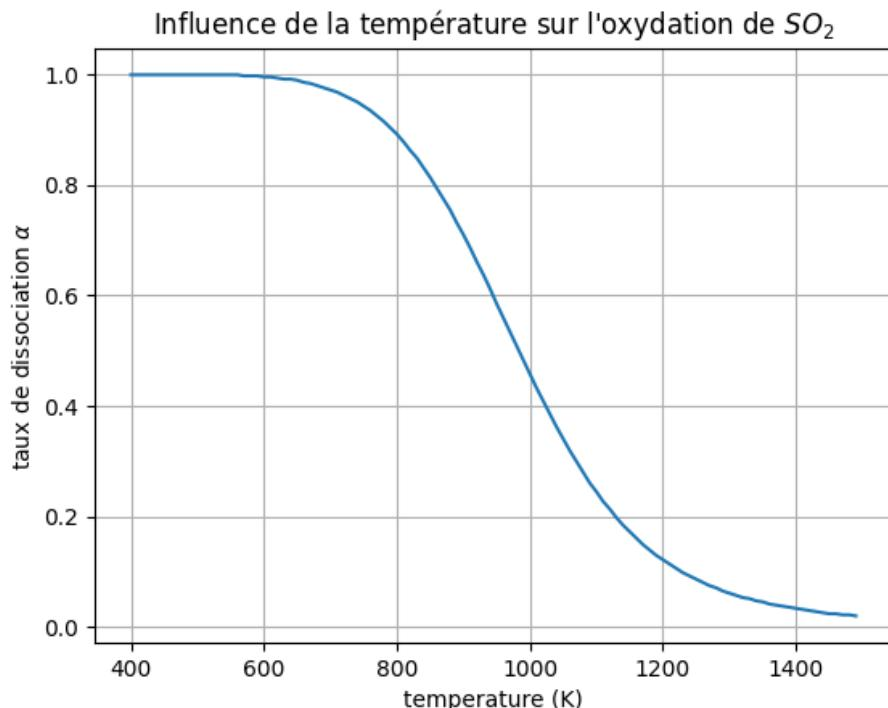

FIGURE 1.1 – Oxydation de SO_2 : Influence de la température sur le taux de dissociation
10. **Python.** Tracer la courbe $\alpha = f(T)$ en indiquant clairement le titre du graphique, le nom et l'échelle des axes. Les fonctions graphiques à utiliser sont `plt.plot`, `plt.title`, `plt.xlabel`, `plt.ylabel`, `plt.grid` et `plt.show`. Le graphique à obtenir est donné figure 1.1.